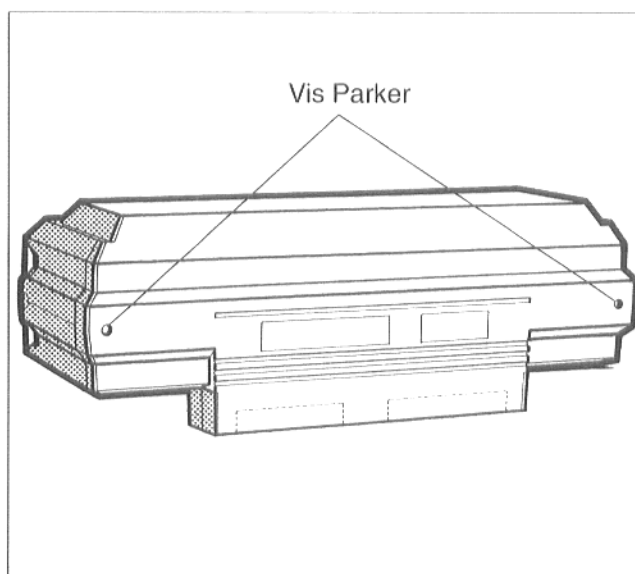

Fig. 51
- Desserrer les deux vis Parker du couvercle de protection des bornes. Incliner légèrement le couvercle de protection des bornes vers le haut et l'enlever par l'arrière (Fig. 51).